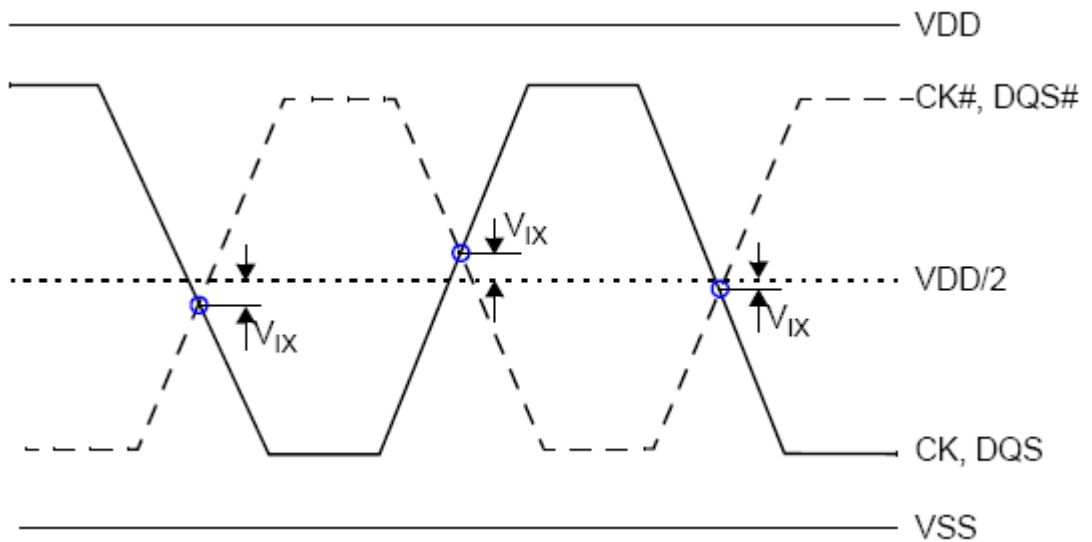

图 5.3 V_{ix} 定义
作为时序测量的参考负载，单端信号的下降沿和上升沿输出斜率的定义和测量在 VOL (AC) 和 VOH (AC) 之间，如表 5-11 和图 5.3 所示。